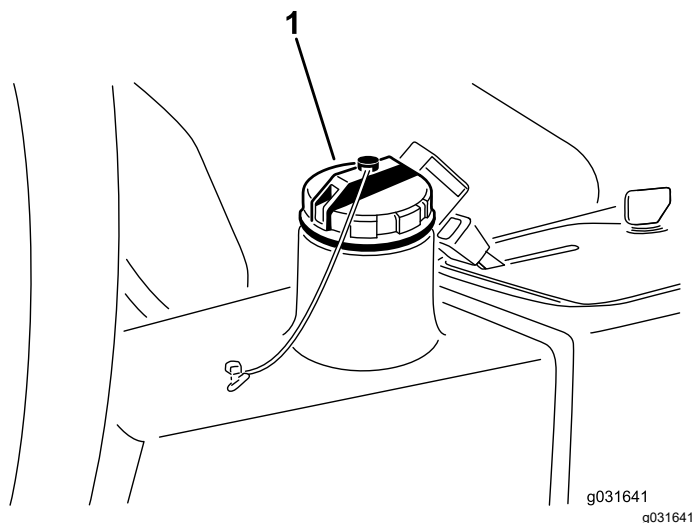

Рисунок 67
4. Залейте в гидравлический бак (Рисунок 67) приблизительно 13,2 литра гидравлической жидкости; см. Проверка гидравлической системы \(страница 63\).